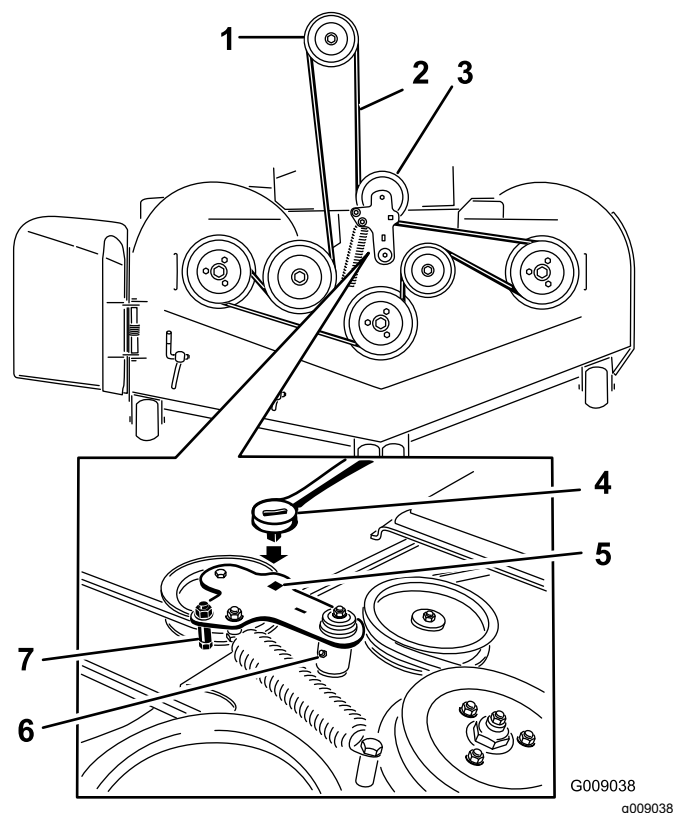

Figura 98
5. Levante la chapa de suelo e introduzca una llave dinamométrica en el taladro cuadrado del brazo tensor de la carcasa (Figura 98).
6. Gire cuidadosamente el brazo tensor de la carcasa en sentido horario y retire la correa del cortacésped (Figura 98).